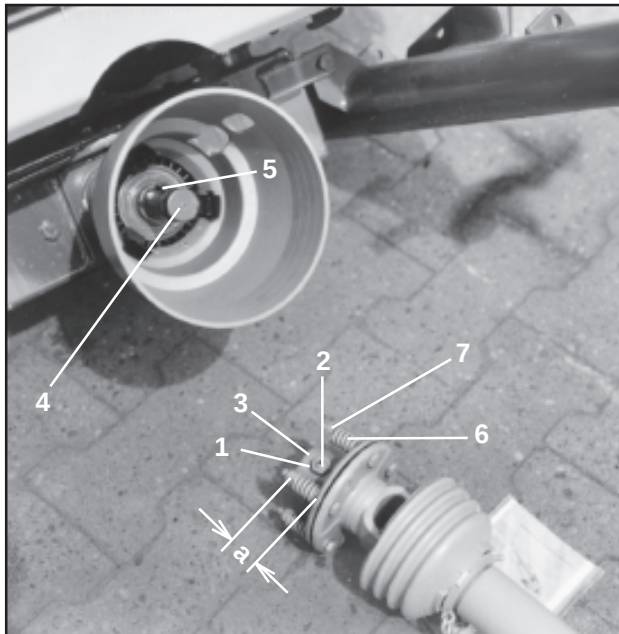

Fig. 10.22
- Tilslutningsgaflen (Fig. 10.22/3) indfedtes og stikkes på indgangsakslen (Fig. 10.22/4).
Sørg for at kilen (fig. 10.22/5) bliver fuldstændigt dækket til!
- Specialkardanakslen sikres mod aksial forskydning, hertil skal gevindstiften spændes fast med en indvendig sekskantnøgle og der låses med kontramøtrikken (Fig. 10.22/1).
- Kontramøtrikken (Fig. 10.22/1) i friktionskoblingens tilslutningsgaffel løsnes. Gevindstiften (Fig. 10.22/2) skrues ud.
2. Fjedrene (Fig. 10.22/6) aflastes ved at løsne møtrikkerne (Fig. 10.22/7).